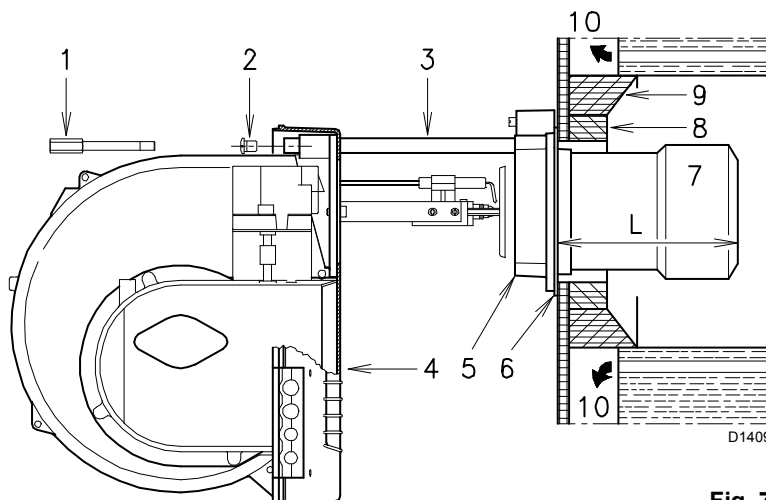

Fig. 7
### LUNGHEZZA BOCCAGLIO (Fig. 7)
### FISSAGGIO DEL BRUCIATORE ALLA CALDAIA (Fig. 7)
Separare la parte anteriore dalla parte posteriore come illustrato in Fig. 7.
Rimontare, infine, il bruciatore (4)(Fig. 7) sulle guide (3) e farlo scorrere fino alla flangia (5), tenendolo leggermente sollevato per evitare che il disco di stabilità fiamma entri in contrasto con il boccaglio.
### BLAST TUBE LENGTH (Fig. 7)
### SECURING THE BURNER TO THE BOILER (Fig. 7)
Separate the front from the rear section as shown in Fig. 7.
Finally remount the burner (4)(Fig. 7) on the slide bars (3) and slide it up to the flange (5), keeping it slightly raised to prevent the flame stability disk from pressing against the blast tube.